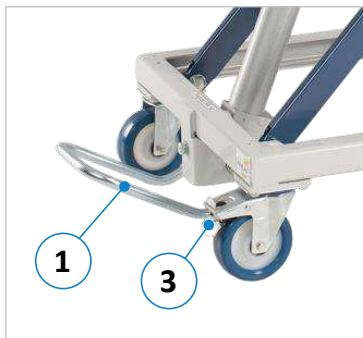

Figure 6 : étrier de pied et frein
Avant de déplacer la table élévatrice, il faut desserrer les deux freins (3) sur le côté longitudinal (voir ⇒ Figure 6 sur la page suivante). Elle peut ensuite être déplacée à l'endroit souhaité. Avant de commencer à travailler avec ou sur la table élévatrice, bloquer à nouveau les deux freins (3).